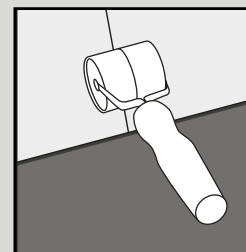

Fig. 4
5. Continuez la pose des lames dans la pièce jusqu'à ce que la rangée soit terminée à l'aide d'un rouleau à main (Figure 4). Seulement s'il est nécessaire de le faire, utilisez un maillet en caoutchouc et une chute du produit pour taper délicatement sur le produit. Un tire-lame peut être utilisé pour tirer l'ensemble du revêtement de sol le long des bords de la pièce (Figure 5).